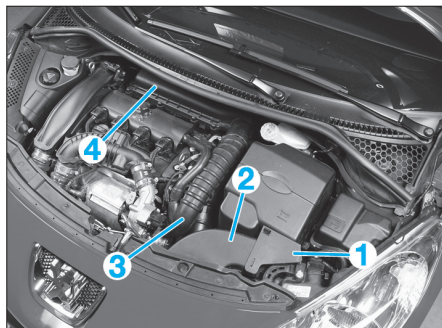
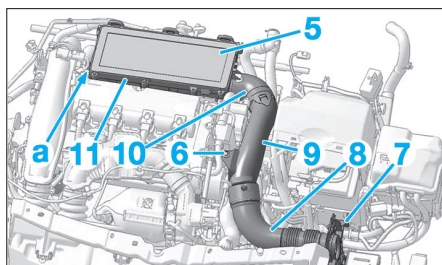

Fig. 39
Fig. 40
- le couvercle (1) de plaque de maintien du raccord d'entrée d'air (Fig.39),
- le déflecteur d'entrée d'air (2),
- le raccord (3) d'entrée d'air de turbocompresseur,
- le couvercle du filtre à air (4).
- l'élément filtrant (5) (Fig.40),
- la fixation (6) du raccord d'entrée d'air,
- la plaque de maintien (7) du raccord d'entrée d'air,
- les raccords d'entrée d'air (8), (9), (10),
- la cuve de filtre à air (11).